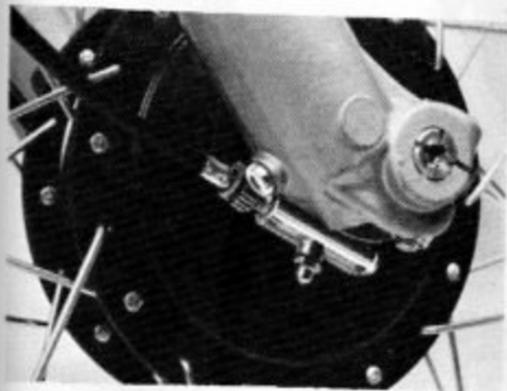

Fig. 42 - Rinvio
- Svitare la trasmissione del contachilometri sul rinvio situato sul lato destro del mozzo (Fig. 42).